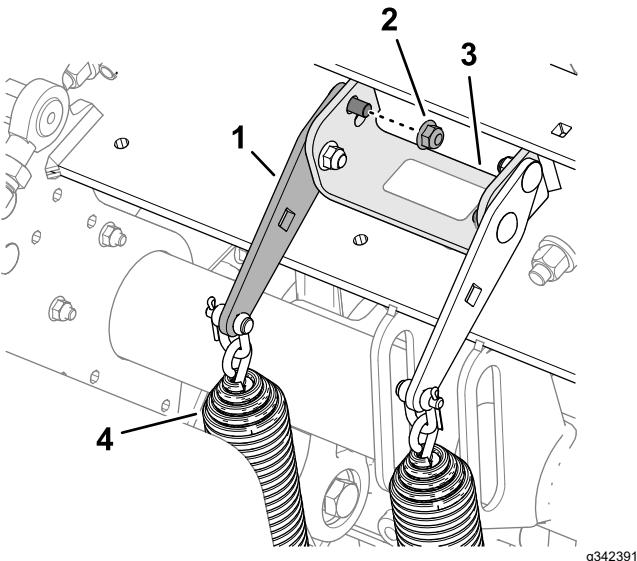

Figura 109
- Afloje la contratuerca con arandela prensada delantera y el perno de cuello cuadrado que fijan la placa de tensión del muelle al soporte de sujeción del cabezal de perforación (Figura 109).